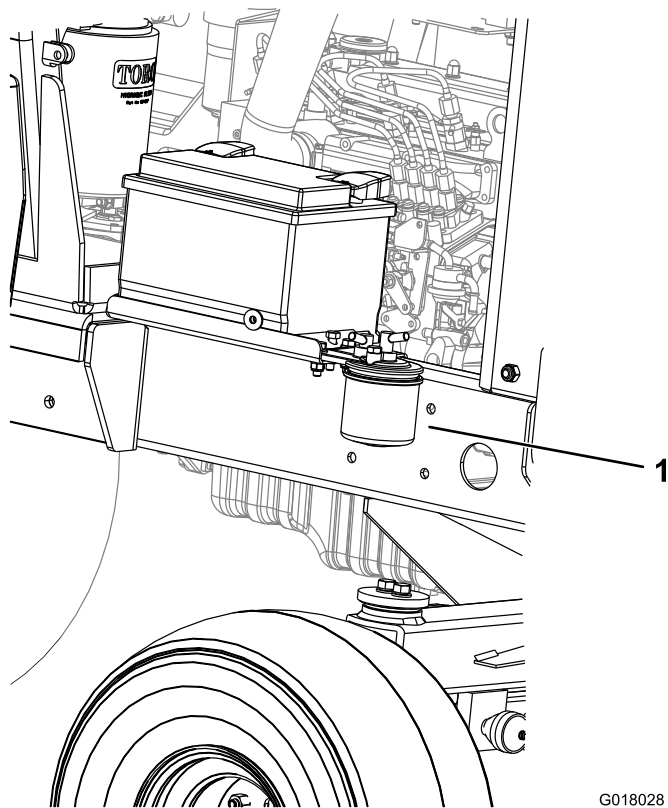

Figura 52
1. Coloque um recipiente limpo debaixo do recipiente do filtro de combustível (Figura 52).